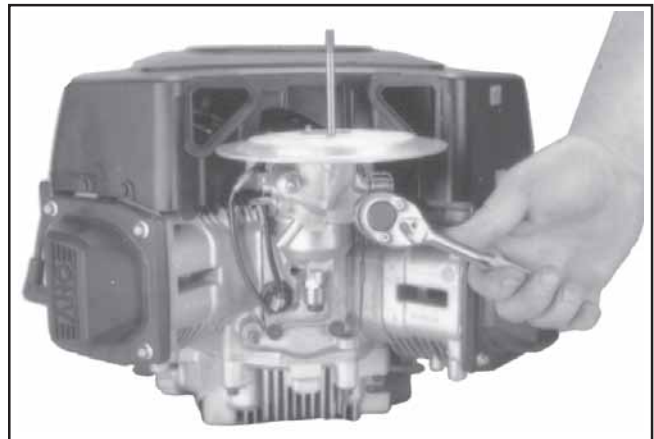

Figure 4-8. Dépose de la base du filtre à air d'une tondeuse professionnelle.
2. Retirer les deux écrous maintenant la base du filtre à air sur le carburateur (voir la Figure 4-8).